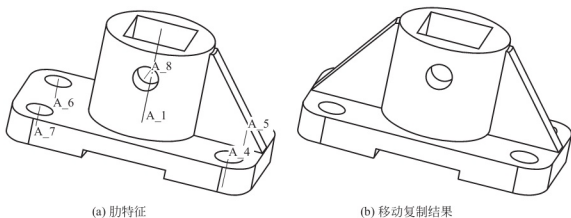

图 6.37 旋转移动复制肋特征
(3) 选择【移动】→【选取】→【独立】→【完成】命令。
(4) 选择肋特征，单击【选取】对话框中的【确定】按钮，再选择【选取特征】菜单中的【完成】命令。在【移动特征】菜单中选择【旋转】命令。系统弹出【选取方向】菜单，选择【曲线/边/轴】命令。选取如图 6.37(a)所示圆柱体的中心轴线 A_1，然后选择【确定】选项完成。
(5) 在系统弹出的编辑栏中输入旋转角度值 180，单击 ☒ 按钮或者按 Enter 键。在【移动特征】菜单中选择【完成移动】选项。在弹出的【组元素】对话框以及【组可变尺寸】菜单中，直接选择【组可变尺寸】中的【完成】命令，然后单击【组元素】对话框中的【确定】按钮，此时就完成了【旋转】复制操作，如图 6.37(b)所示。